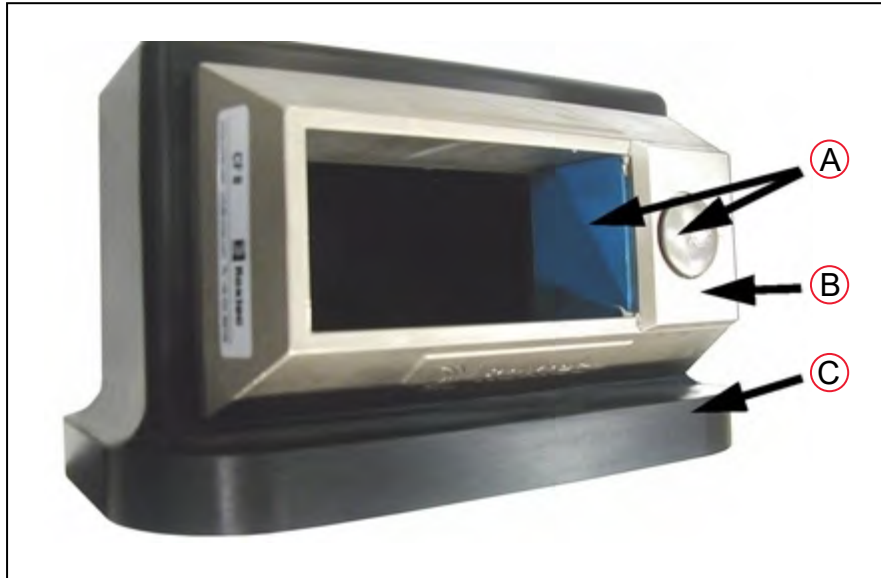

图 6-5. 电缆入口顶盖组件
- 电缆入口顶盖组件，螺钉（第 101 页上的图 6-5. 电缆入口顶盖组件）包括 Roxtec CF 8 框架。
注：Roxtec CF 8 由框架和集成式压缩单元（组装在 CF 框架内部后用于压缩模块的楔形件和螺栓）组成。请参见第 101 页上的图 6-5. 电缆入口顶盖组件。